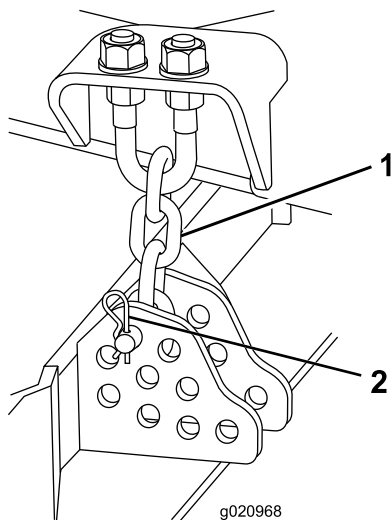

Bild 19
- Entfernen Sie den Splint und den Lastösenbolzen, mit denen die Schnitthöhenkette an der Rückseite des Mähwerks befestigt ist (Bild 19).